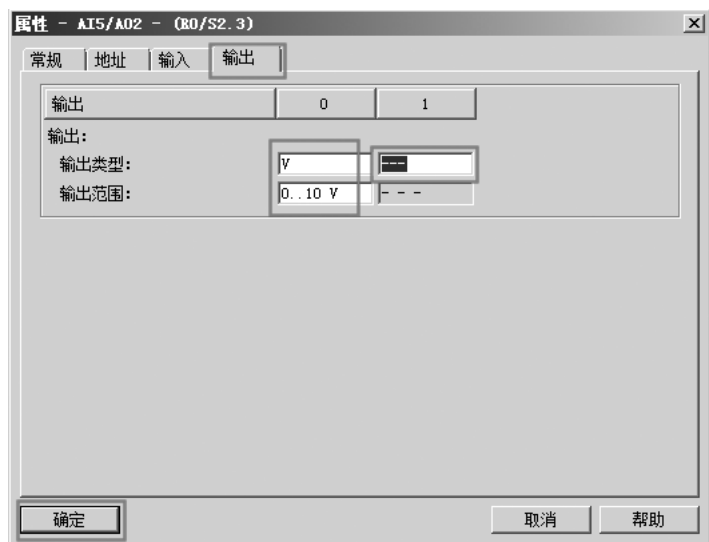

图 9-13 设置模拟输出量测量范围
4) 设置模拟输出量测量范围。先选定“输出”选项卡，再选择通道 0 的输出电压范围为“0 ~ 10 V”，其余未使用的通道取消激活，单击“确定”按钮，如图 9-13 所示。